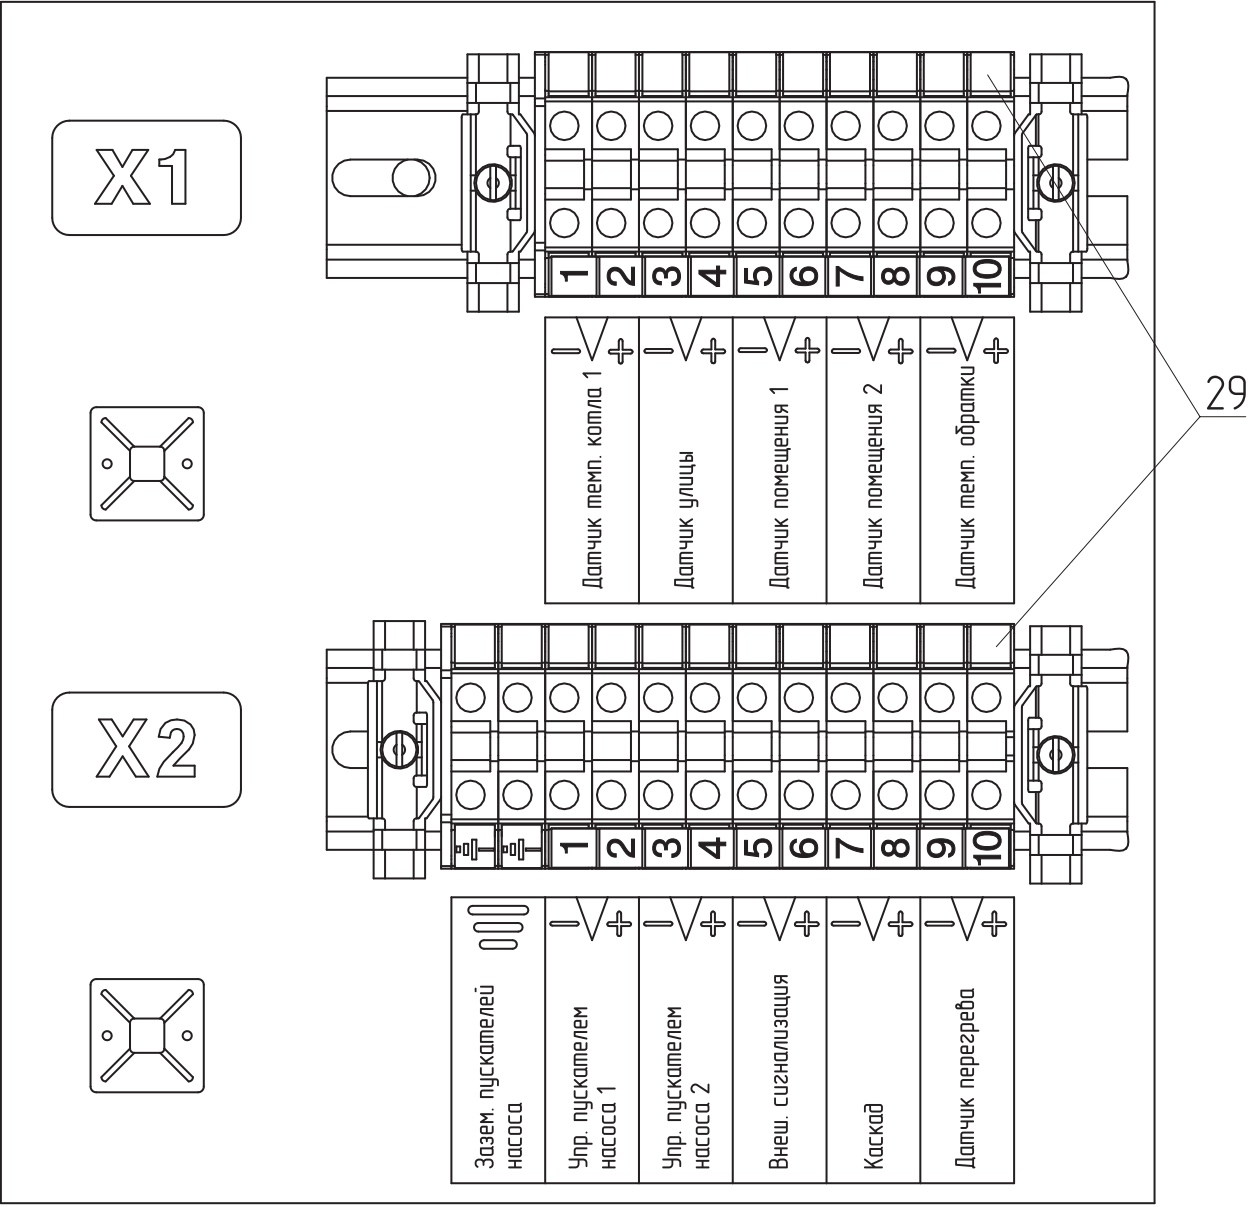
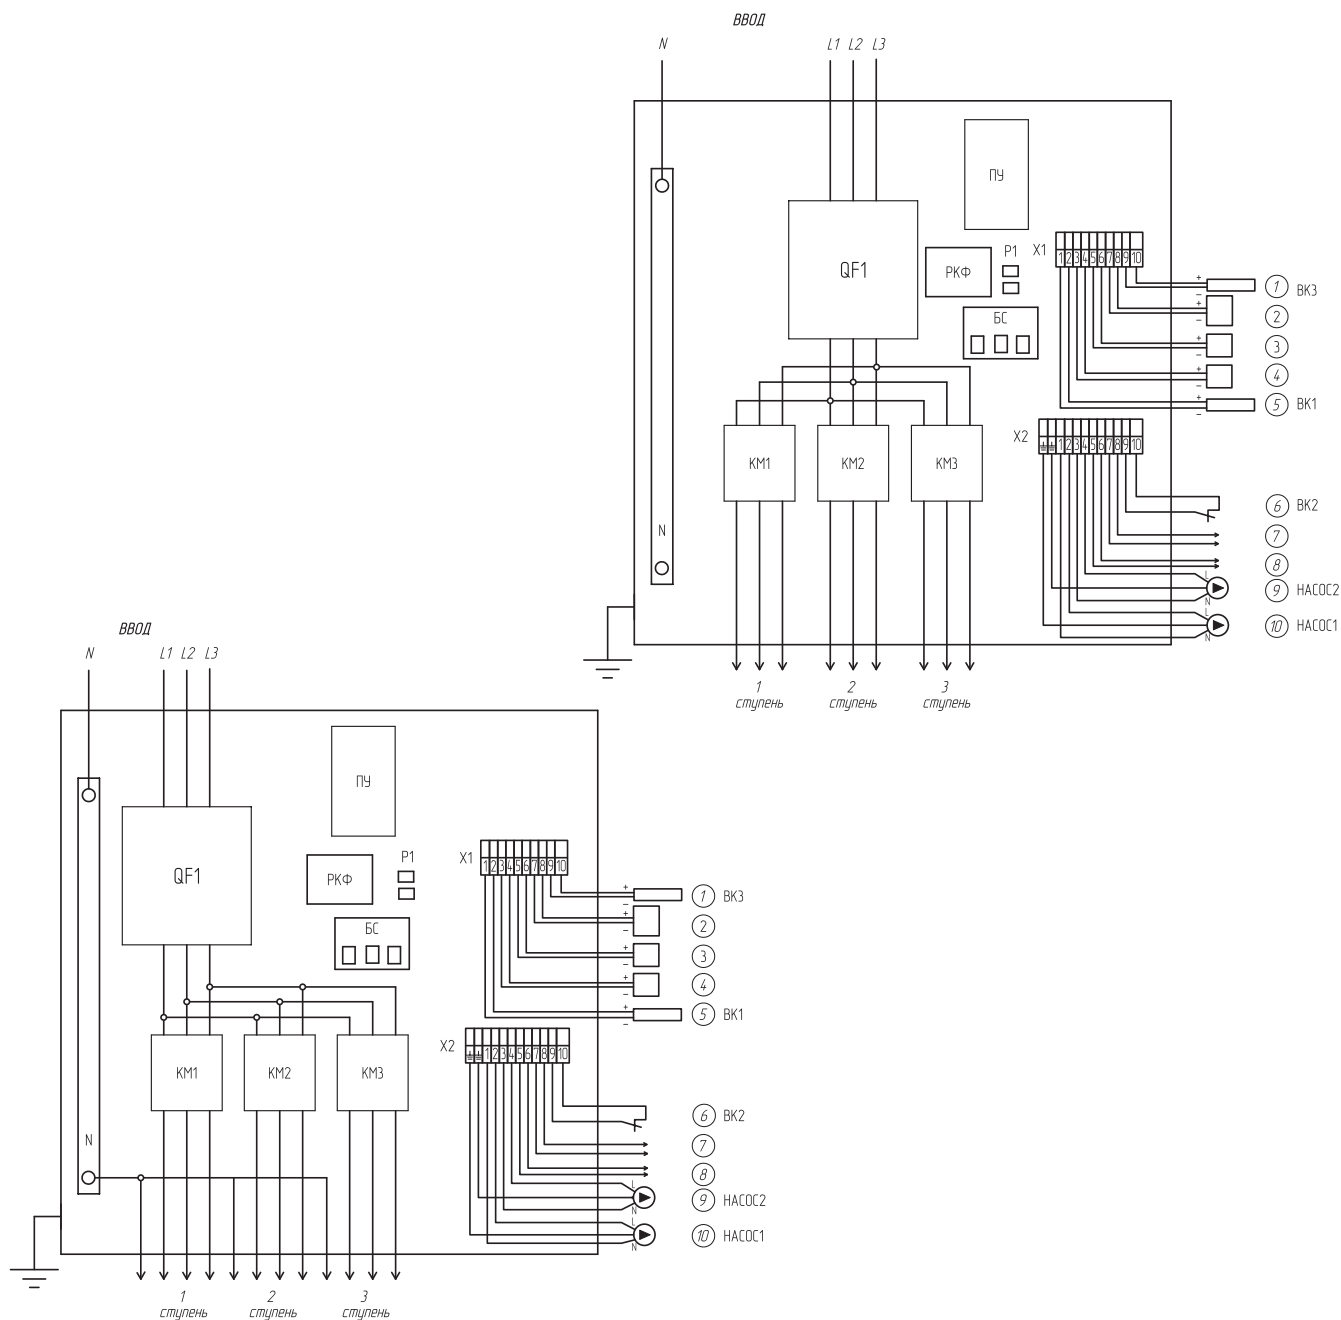

Рис.2 Клеммы подключения датчиков и дополнительного оборудования
Рис.4 Схемы подключения панелей управления
- Эксплуатация панели должна осуществляться только при условии ее подключения в соответствии со схемой электрического подключения (**Рис.2, Рис.4**);
1. Подключите панель управления к водонагревателю проводами или кабелями соответствующего сечения (исходя из мощности водонагревателя), согласно схеме подключений (**Рис.4**) настоящего паспорта и инструкции по эксплуатации.
2. Установите датчик температуры прямого теплоносителя на предназначенное в водонагревателе место. Подключите датчик к монтажной колодке X1 в соответствии со схемами (**Рис.4**), обращая особое внимание на полярность подключения. Установите датчик перегрева в водонагревателе без прокладки, не прилагая большого усилия при закручивании. Установите датчик обратного теплоносителя на обратную магистраль системы отопления и подключите его к колодке X1, обращая особое внимание на полярность подключения.
3. Выполните заземление корпуса панели в соответствии со схемами подключений (**Рис.4**).